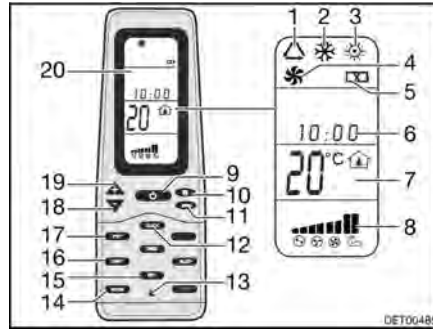

Fig. 125 Télécommande
- Appuyer sur la touche ON/OFF (Fig. 125,9).
- Appuyer sur la touche "Mode" (Fig. 125,11) autant de fois que nécessaire pour que le mode de fonctionnement souhaité (Fig. 125,1, 2, 3 ou 4) s'affiche à l'écran (Fig. 125,20).
- Régler la température désirée à l'aide des touches "+" (Fig. 125,19) et "-" (Fig. 125,18).
- Sélectionner le niveau de ventilation souhaité à l'aide de la touche de vitesse du ventilateur (Fig. 125,10).